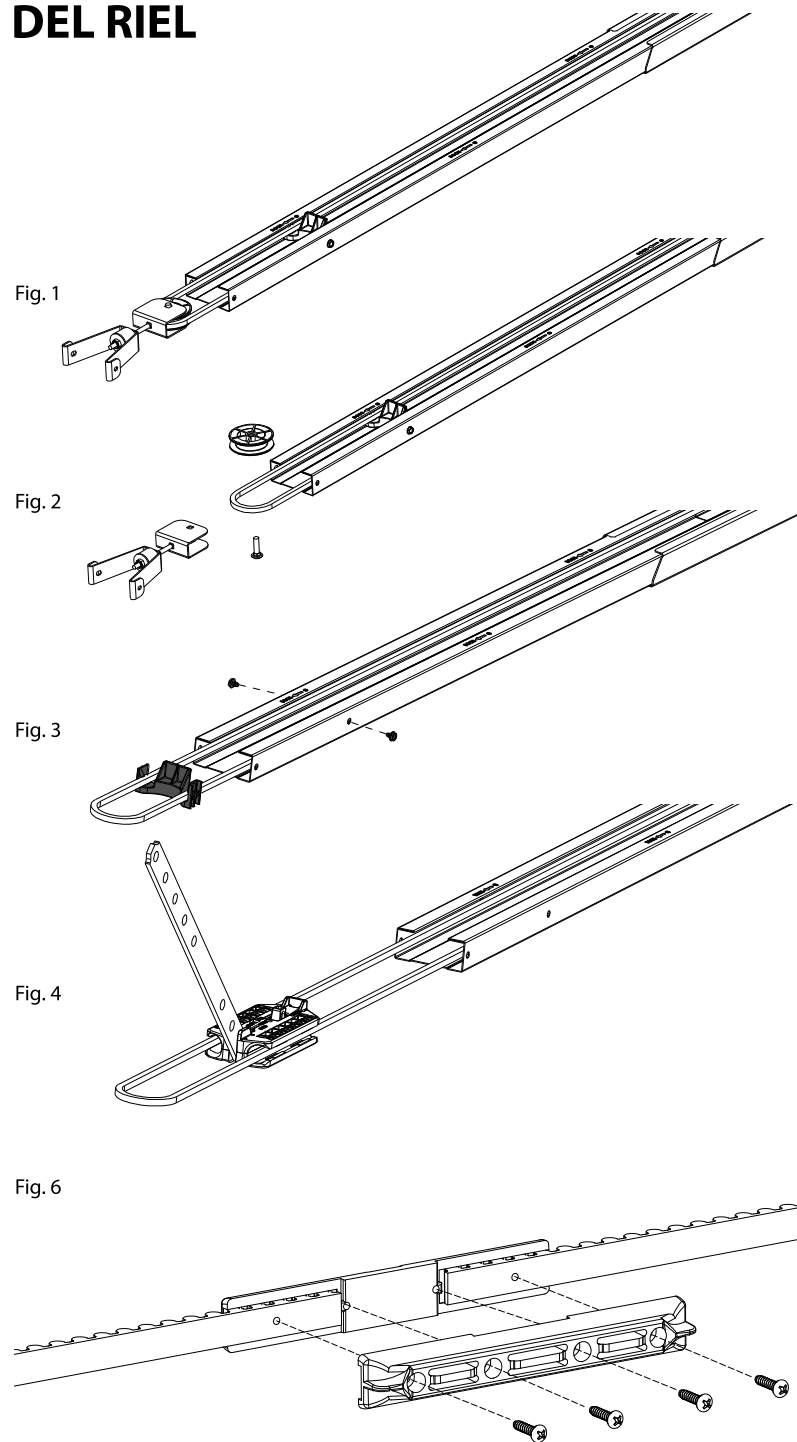

Fig. 5
5. Eleve la bala fuera del riel. Fig. 5
8. Coloque la bala y la correa dentro del riel. Fig. 5